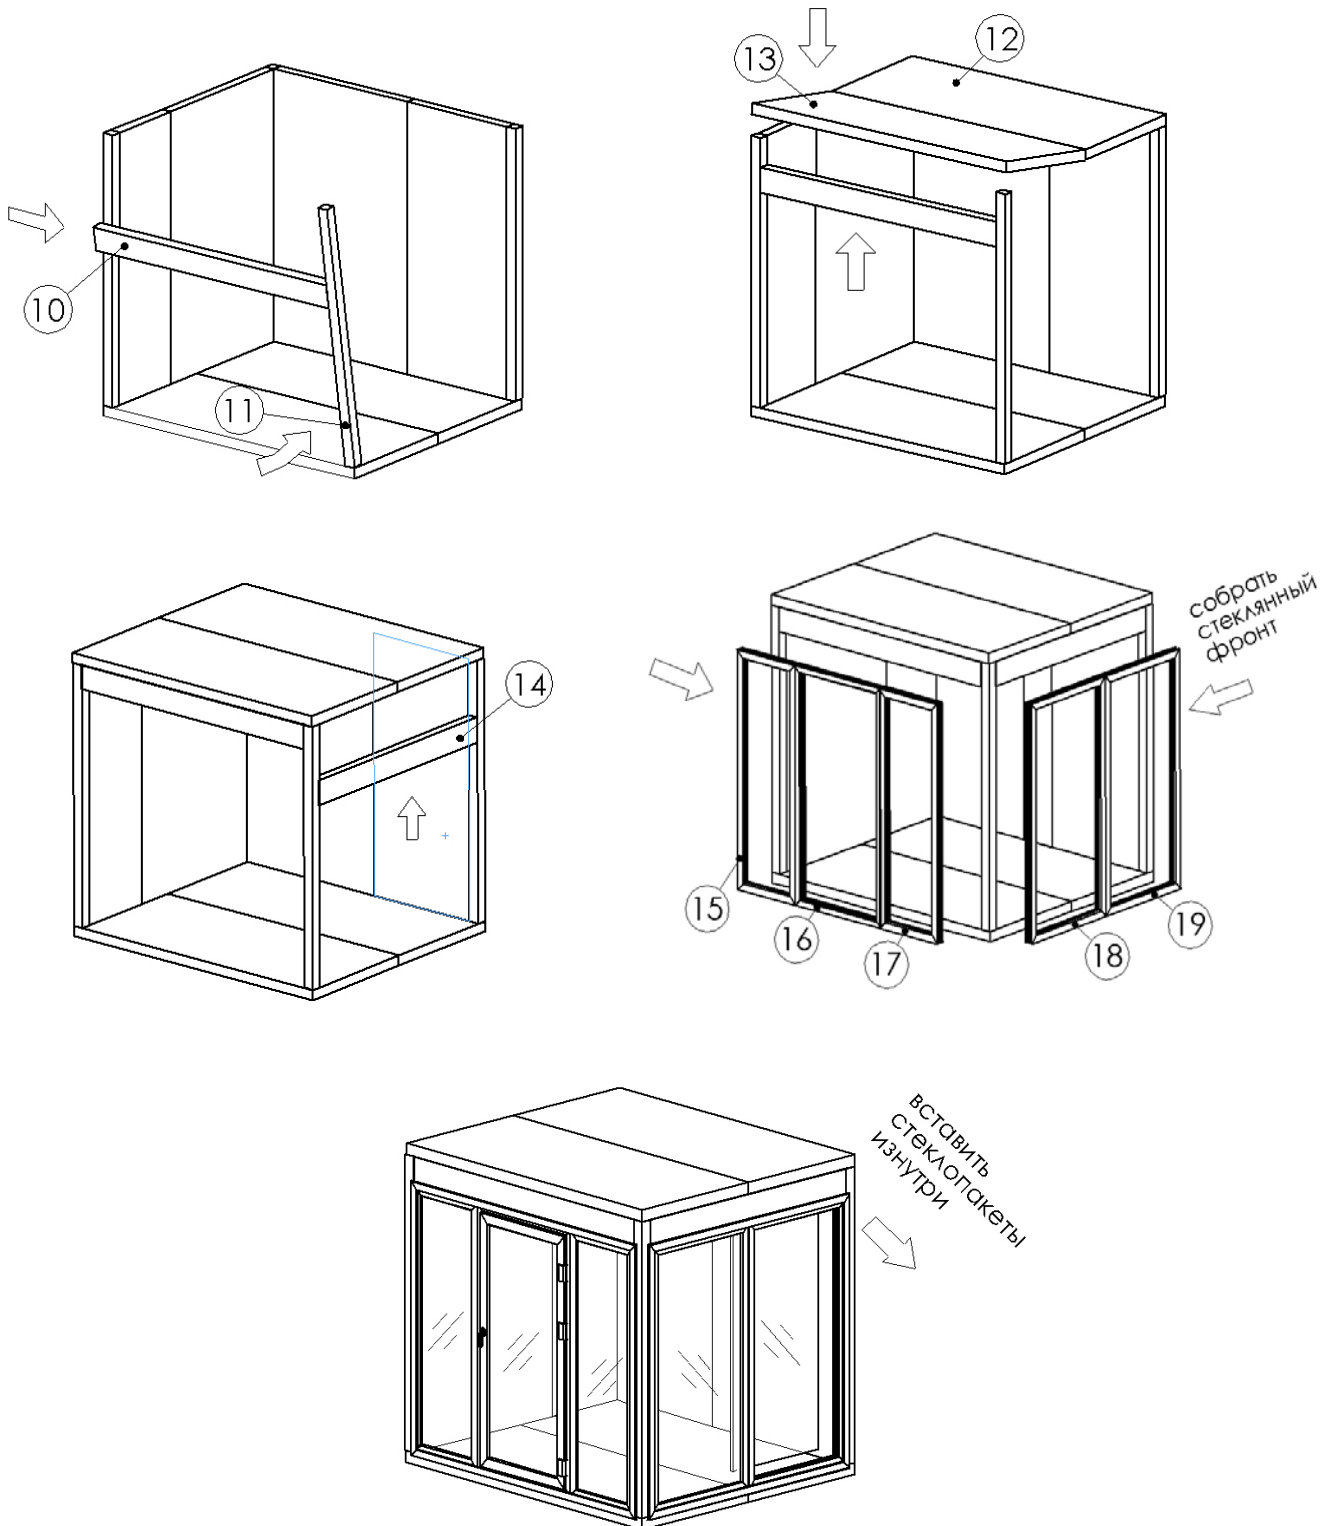

Рис.9 Порядок сборки камеры с двумя стеклянными фронтами и со стеклянной дверью
3.6 Сборка камеры с двумя стеклянными фронтами и со стеклянной дверью (рис.9).